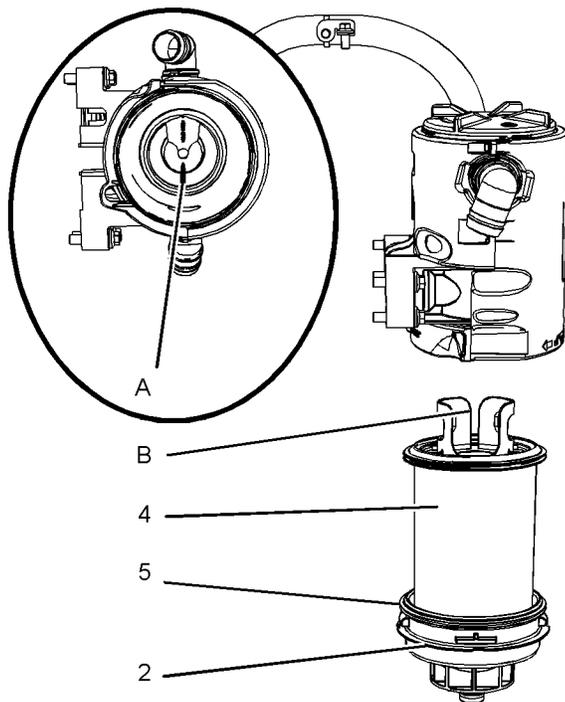

Abbildung 70
- Die Ausrichtung des Filterelements notieren. Das Filterelement (4) von der unteren Kappe (2) abnehmen. Die Dichtung (5) entfernen.
- Eine neue Dichtung (5) einbauen. Einen neuen Filter in den unteren Deckel (2) einbauen.
- Ausrichten von Position (A) am oberen Deckel mit Position (B) am Filterelement. Siehe Abbildung 70.